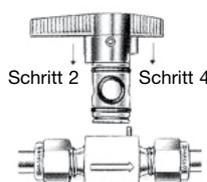

Abb. 3
4. Schutzhülle vom neuem Kükens entfernen. Kükens gerade in den Körper einsetzen. Siehe Abb. 3.
2. Am Griff ziehen, um das Kükens zu entfernen. O-Ringe vom Kükens entfernen und O-Ringe wegwerfen. Siehe Abb. 3.
4. Kükens gerade in den Körper einsetzen. Siehe Abb. 3.